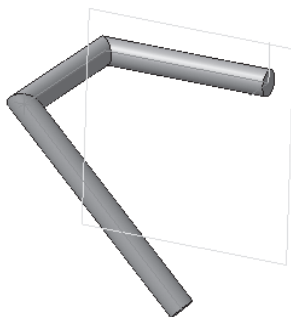
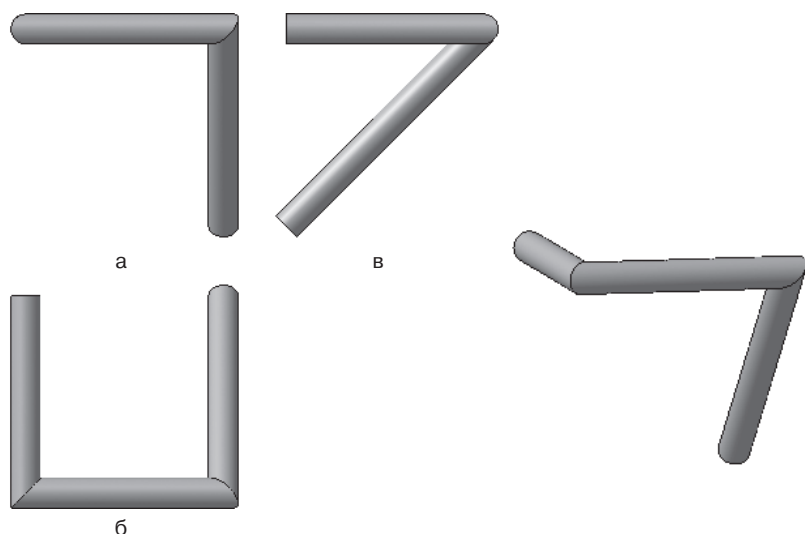

Рис. 419
Рис. 420
- уточните форму модели. На строке **Меню** выберите **Сервис – Параметры**, после щелчка ЛКМ раскроется диалоговое окно, укажите **Текущая деталь – Точность отрисовки и МЦХ**. «Бегунок», удерживая ЛКМ, переведите в положение **Точно – ОК** (рис. 419);
- сравните полученную модель (рис. 419) с силуэтами. На панели **Вид** выберите команду  – **Ориентация** и из появившегося диалога установите ориентацию – **Спереди** (рис. 420, а), затем – **Сверху** (рис. 420, б) и – **Слева** (рис. 420, в).